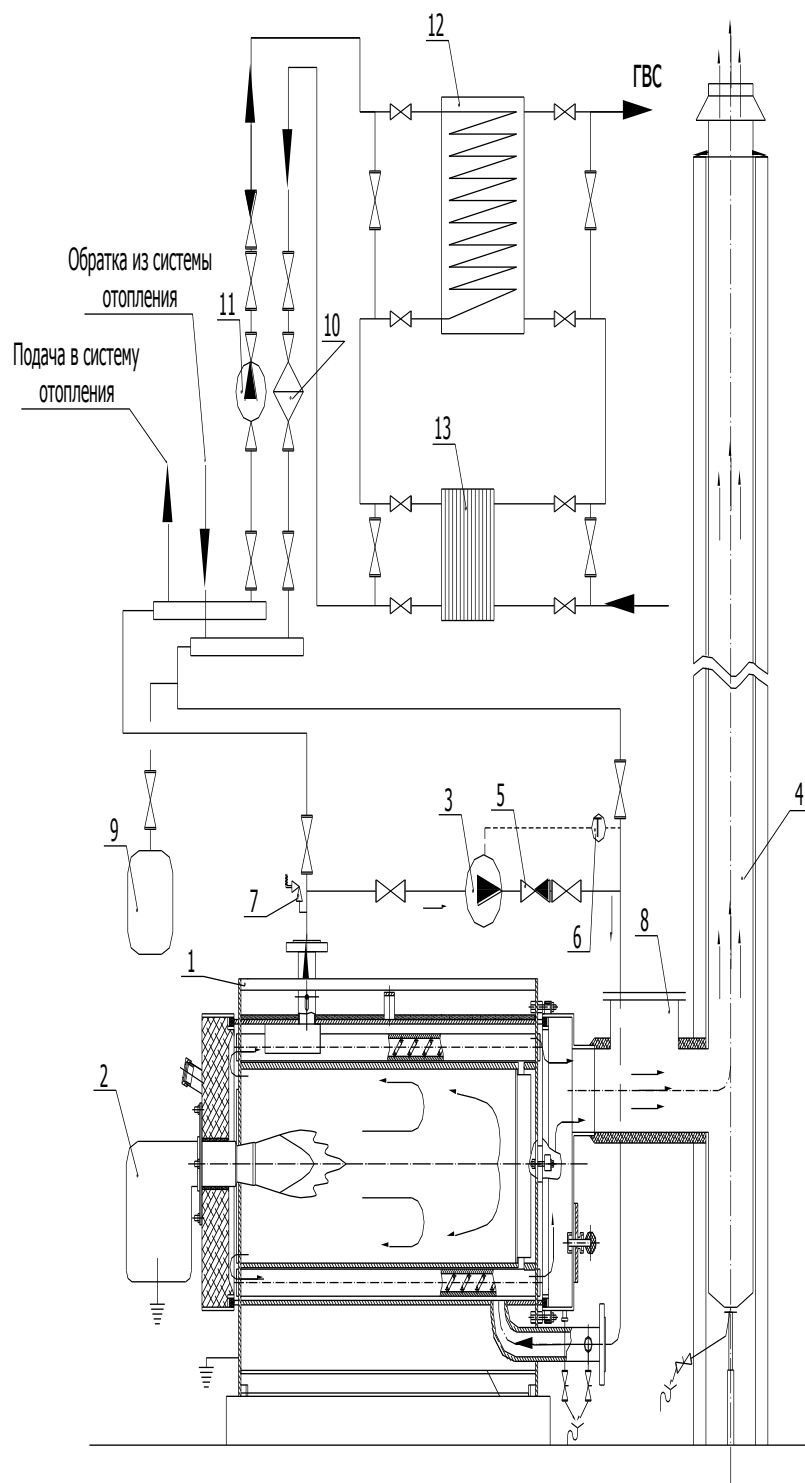

Рис.7 Функциональная схема котла с контуром горячего водоснабжения.
7.25. На рис. 7 представлен пример функциональной схемы котла с контуром горячего водоснабжения.